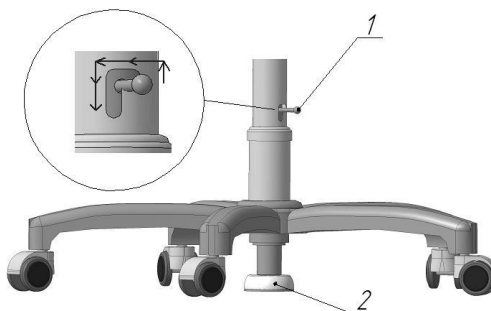

Рисунок 2.5 – Устройство для стопорения движения
Аппарат в рабочем положении фиксируется при помощи устройства для стопорения движения (рис. 2.5)
Для фиксации аппарата в рабочем положении переместите рычаг 1 по траектории, показанной на рис. 2.5 и опустите стопорящую опору 2 до упора об пол. Для передвижения аппарата поднимите стопорящую опору, перемещая рычаг по обратной траектории. Аппарат следует передвигать за рукоятку (поз. 10 на рис. 1.1 пункт 1.3), расположенную на вертикальной трубе стойки.
2.3.1.1 Зафиксировать аппарат в рабочем положении при помощи устройства для стопорения движения (рис. 2.5).